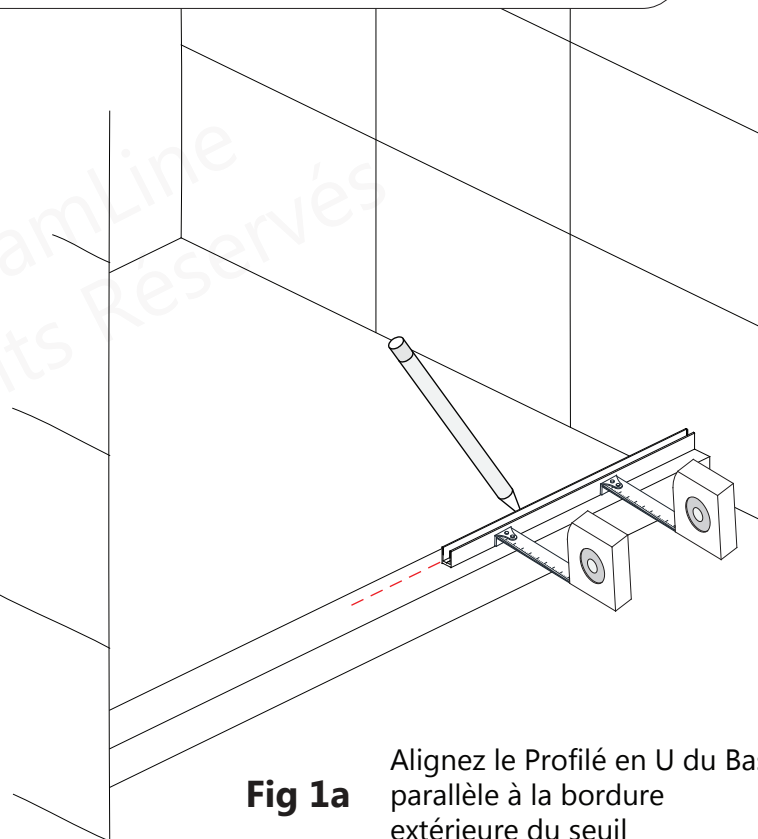
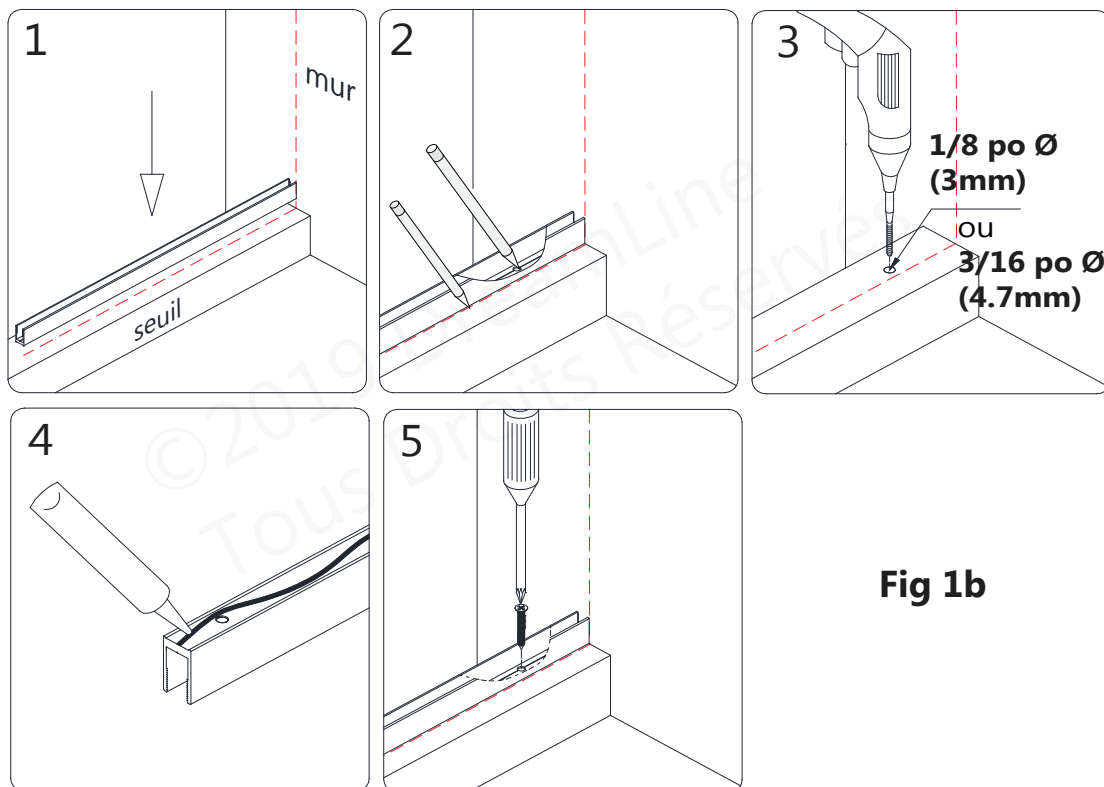

Fig 1a
Fig 1b
- Percez un trou de **3/16 po Ø (4.76mm)** jusqu'au montant et percez un trou de guidage de **1/8 po Ø (3mm)** dans le montant. (**Fig 1b.3**)
- Appliquez un cordon de silicone à l'endos du **Profilé en U du Bas (34 po) (N° 29)** et fixez-le au seuil avec des **Vis à Tête Cylindrique Bombée ST4.0x40 (N° 23)**. (**Fig 1a et Fig 1b**)